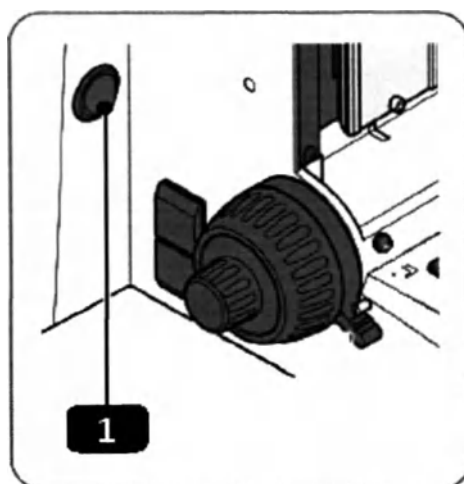

Рисунок 113 - ① - Кнопка питания штатива Axioscope 5
4. Включите штатив Axioscope 5, нажав кнопку на левой панели штатива (Рисунок 113).